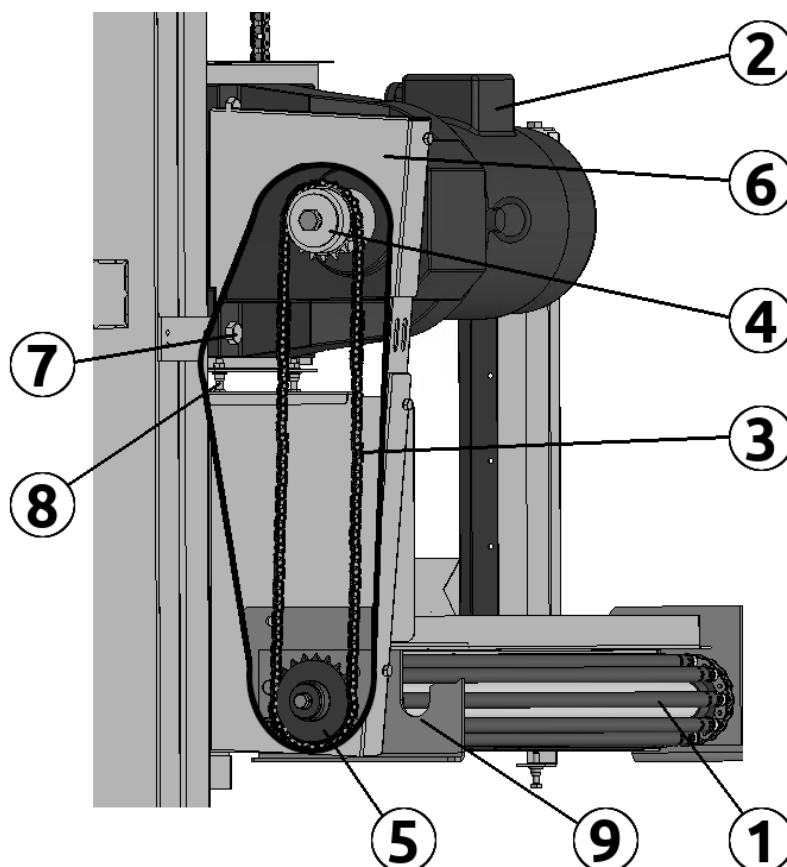

Рисунок 4.11
**Приводной узел** (рис. 4.11) устанавливается со стороны зоны сбора птиц. Прутковая цепь (1) приводится в движение мотор-редуктором (2) посредством цепной передачи (3) между звездочками мотор-редуктора (4) и приводного вала транспортера (5). Цепная передача закрыта защитным кожухом (6).